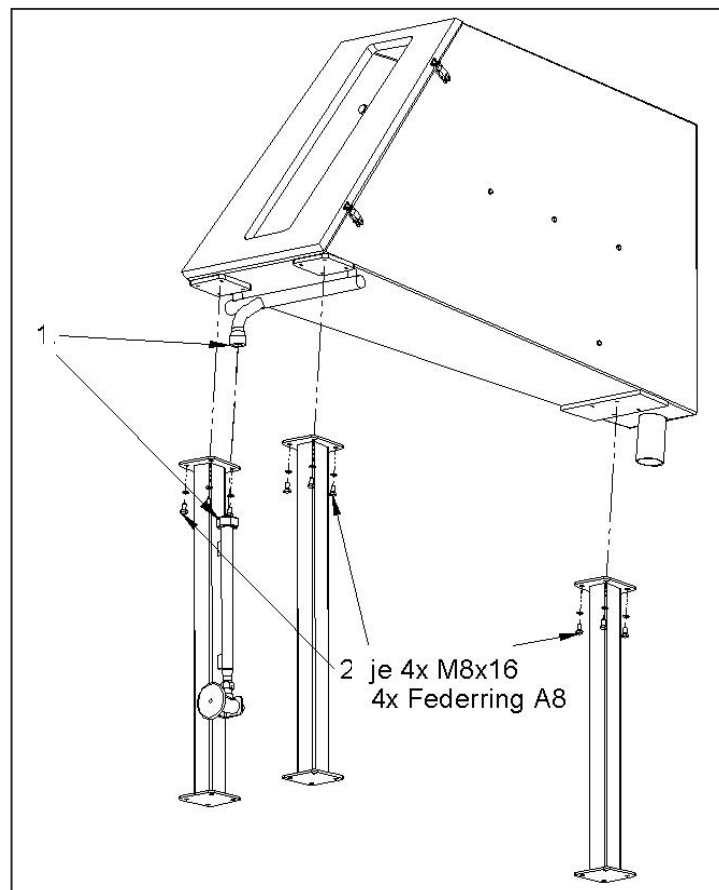

Abb. 5-3
1. Schrauben Sie das Wasserrohr (1) fest zusammen (Abb. 5-3)
2. Schrauben Sie die drei Beine mit den beiliegenden Schrauben (2) an das Maschinen-Oberteil (Abb. 5-3).